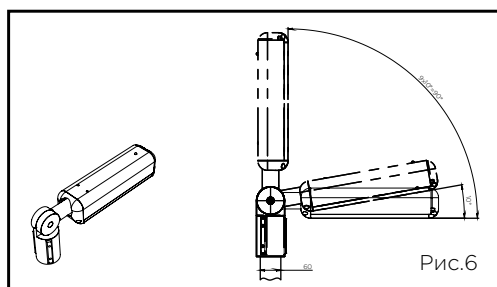

Рис.6
- В процессе эксплуатации с помощью винта M12x35 поз. 3 можно дополнительно производить регулировку угла наклона светильника. Изменяемый угол поворота до 90 град. (рис.6)